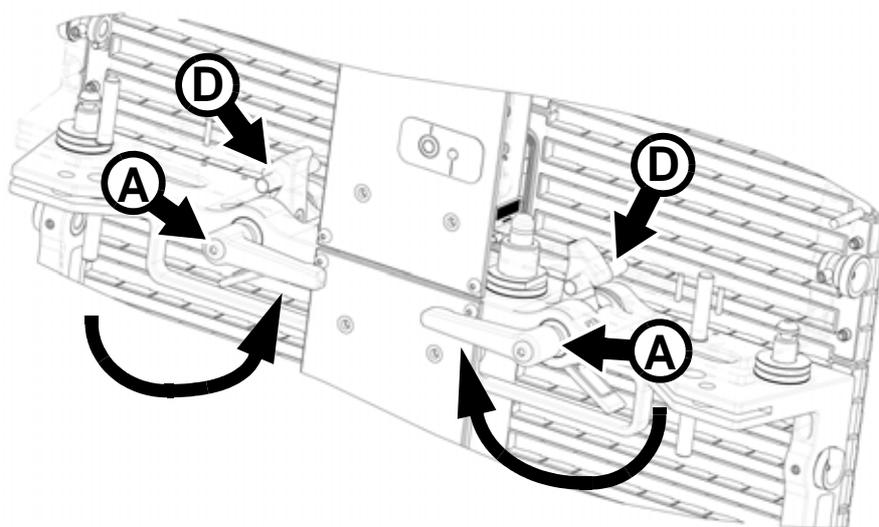

Figure 12: Fermez les poignées de verrouillage pour verrouiller les crochets de verrouillage autour des poteaux (vue en coupe).
6. Voir Figure 12. Puis tournez les deux poignées de verrouillage A vers le bas et vers le centre du panneau pour verrouiller les crochets autour des poteaux de verrouillage D.